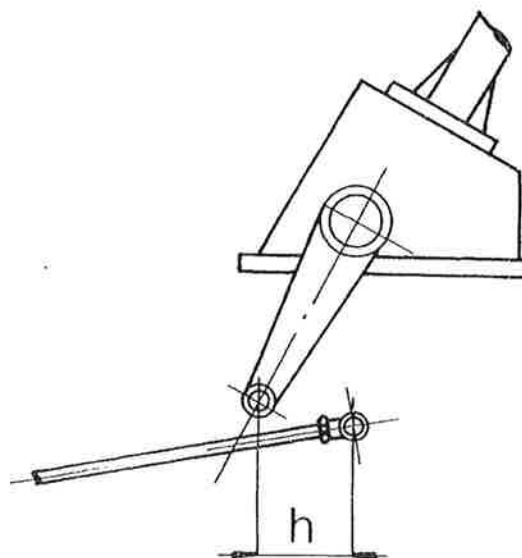

FIG. 71 — Position du levier de direction avec volant complètement à gauche
- faire tourner le volant vers la gauche en plaçant le levier de direction tout à fait en avant (Fig. 71);
- mesurer la distance (h) avec un pied à coulisse (Fig. 71);